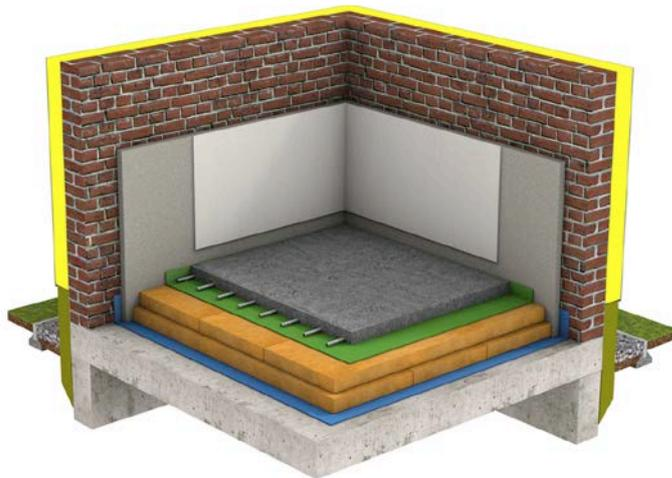

Fig. 2 Isolation au-dessus d'un vide ventilé (vue 3D).
- si l'isolation est réalisée au-dessus d'un vide ventilé inaccessible (voir figure 2), il convient de réisoler depuis l'intérieur sur une hauteur suffisante pour obtenir un chemin de moindre résistance thermique de plus de 1 mètre. Une des solutions pour réduire les risques de condensation et de déperdition thermique consiste à utiliser un doublage intérieur avec un enduit régulant l'humidité (paroi à base de chaux et de chanvre de 6 à 7 cm d'épaisseur, p. ex.).